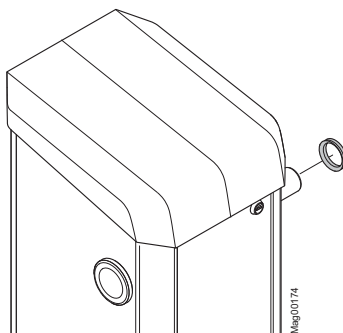

Fig. 35: Fjern V-ringen
15. Sett V-ringen på skjøteakselen. Pakningsleppen peker mot bomhuset. → Se også side 76, Fig. 35.